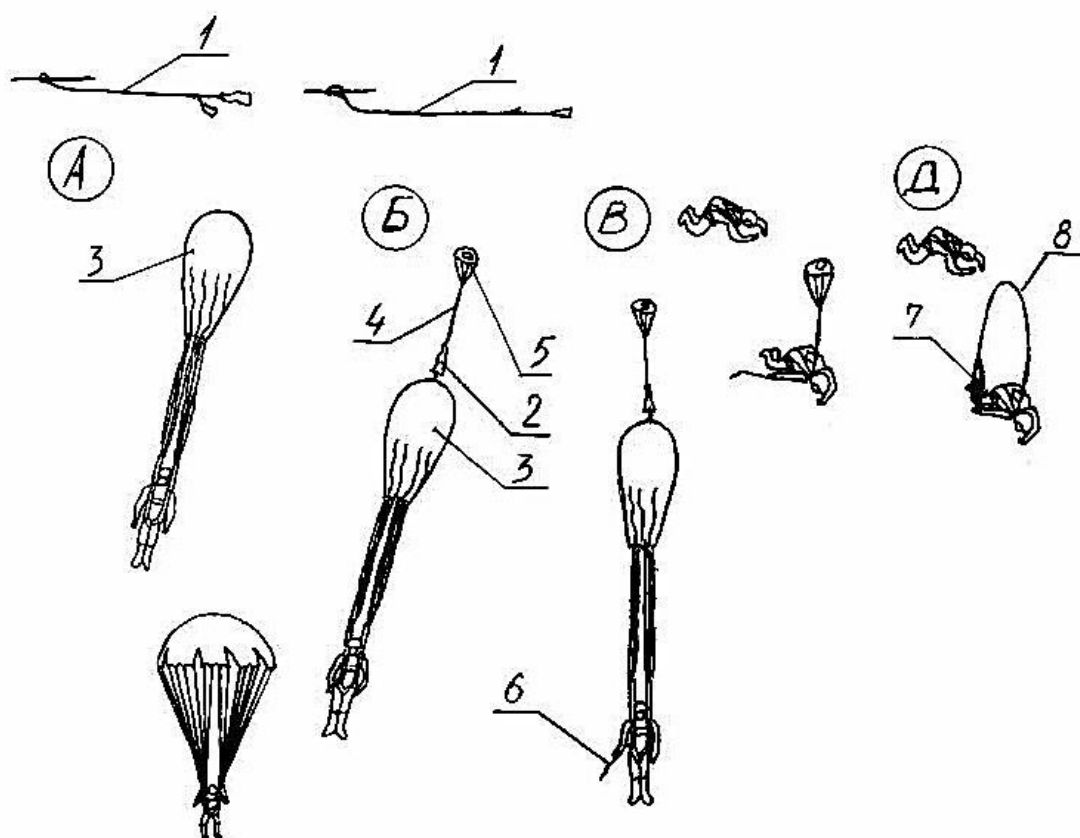

Рисунок 2 – Схема работы парашютной системы
При отделении парашютиста от воздушного судна звено вытяжное, смонтированное на ранце и закреплённое с помощью карабина внутри ВС, разматывается и, натянувшись, расчеховывает клапаны ранца (рисунок 2А). Под действием силы натяжения звена происходит последовательное вытягивание камеры с ОП из ранца и выход строп из резиновых сот камеры, затем – купола ОП из камеры. Камера остаётся на вытяжном звене под бортом ВС.
При отделении парашютиста от ВС звено вытяжное с помощью шпильки звена расчековки освобождает клапаны ранца (рисунок 2Б), и в поток попадает пружинный ВП, который, наполнившись, последовательно вытягивает камеру с ОП из ранца, стропы – из резиновых сот камеры, затем – купол из камеры.
- одним резким движением выдернуть звено; при этом расчековываются клапаны ранца и в поток попадает пружинный ВП (рисунок 2В), который, наполнившись, последовательно вытягивает камеру с ОП из ранца, стропы – из сот камеры, затем – купол из камеры;
- одним резким движением вытянуть мягкий ВП из кармана на ранце и сразу выбросить его в поток (рисунок 2Д).